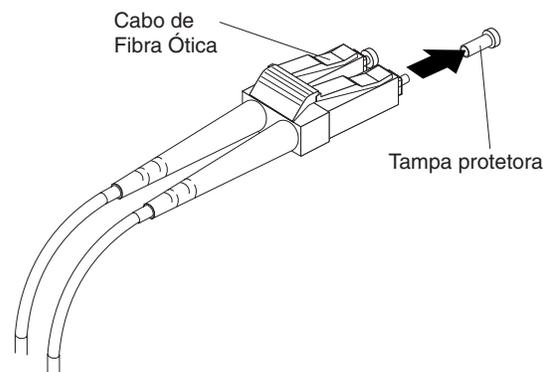

Figura 28. Removendo Tampas Protetoras do Cabo de Fibra Óptica
3. Remova duas tampas protetoras de uma extremidade do cabo LC-LC, conforme mostrado em Figura 28. Guarde as tampas protetoras para uso futuro.